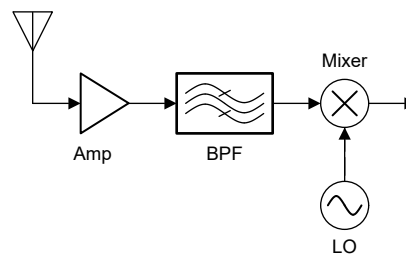

図 1. RX チェーン
複数の周波数間での周波数ホッピングは、スイッチング時間が非常に短く求められるダウン コンバータやアップ コンバータのチェーンなど、複数のシステムにおいて行われる応用例があります。図 1 は、受信信号と混合するために、1 つ以上の局発振器 (LO) を用いて異なる周波数信号を生成する、典型的な受信機の構成を示しています。